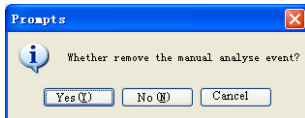

Figure 5.45
- 5) Cliquez sur « Reanalyze » (Réanalyser), la boîte de dialogue de la Figure 5.45 s'affiche. Cliquez sur « Yes(Y) » (Oui) pour supprimer toutes les anciennes données analysées manuellement et relancer l'analyse ; cliquez sur « No (N) » (Non) pour relancer l'analyse sans supprimer les données issues de l'analyse manuelle ; cliquez sur « Cancel » (Annuler) pour annuler l'opération de réanalyse.